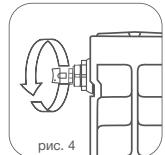

рис. 4
- 8.4. Для удаления воздуха из радиатора в верхний коллектор обязательно установка крана Маевского и автоматического воздухоотводчика. Для удаления воздуха через кран Маевского необходимо периодически (несколько раз в год) вручную справлять его с помощью специального ключа* (рис. 4).